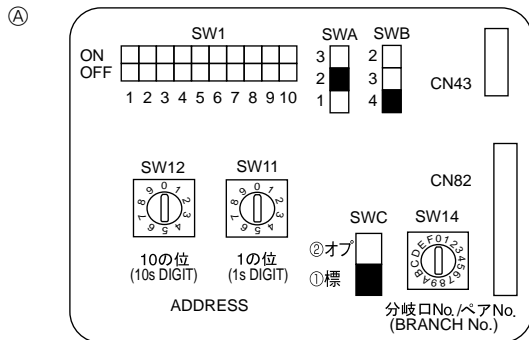

Fig. 5-4
- ③ Беспроводной пульт дистанционного управления (при установке беспроводного ресивера сигналов)
5.5. Установка адресов (Fig. 5-4)
- ① Установка адресов
- ② Как установить номера отделений SW14
5.6. Установка переключателей при высоком потолке или при изменении числа выходов воздуха (Fig. 5-4)
④	4 направления	2,5 м	2,7 м	3,5 м
③	3 направления	2,7 м	3,0 м	3,5 м
②	2 направления	3,0 м	3,3 м	3,5 м
5.7. Определение температуры в помещении встроенным датчиком пульта дистанционного управления (Fig. 5-4)